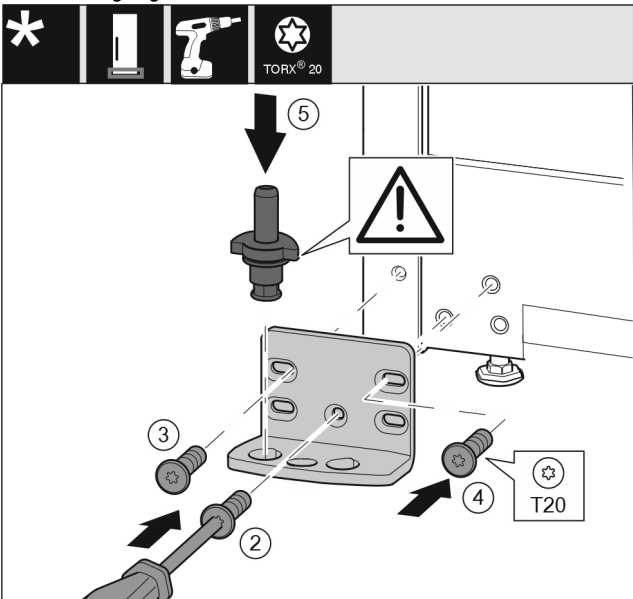

Fig. 18
- Lagerbock auf der anderen Seite ansetzen und mit Hilfe eines Schraubendrehers anschrauben. Mit der Schraube Fig. 18 (2) unten in der Mitte beginnen.
- Schraube Fig. 18 (3) und Schraube Fig. 18 (4) festschrauben.
- Lagerbolzen Fig. 18 (5) komplett einsetzen. Dabei darauf achten, dass der Rastnocken nach hinten zeigt.